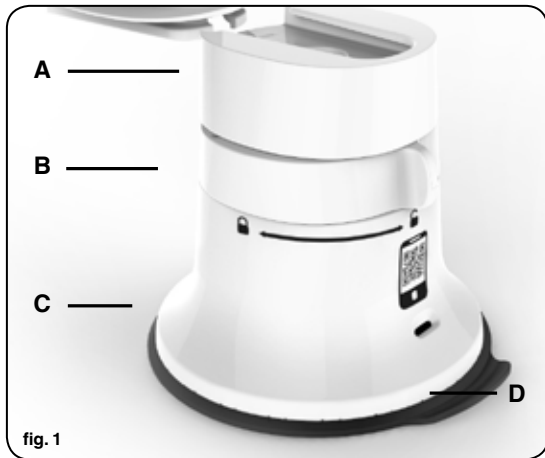

fig. 1
1. Kontrollera att ringen på sugfoten är i låst läge  (fig. 1).
2. Placera sugfoten (C) på en ren och stabil arbetsbänk. Skjut in överdelen i spåret på sugfoten (A) (fig. 1).